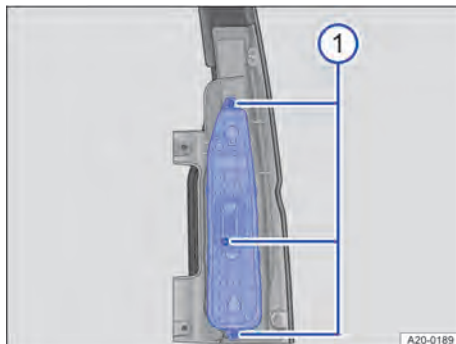

Fig. 176 Sur le bloc de feux arrière : retrait du porte-ampoule
2. Dévissez les trois vis de fixation avec un tournevis → fig. 176 ①. Utilisez une lame de rechange adaptée si nécessaire.
3. Retirez le porte-ampoule → fig. 176.
1. Mettez en place avec précaution le porte-ampoules dans le bloc de feux arrière → fig. 176.
2. Vissez fermement le porte-ampoules à l'aide des trois vis de fixation sur le bloc de feux arrière → fig. 176 ①.